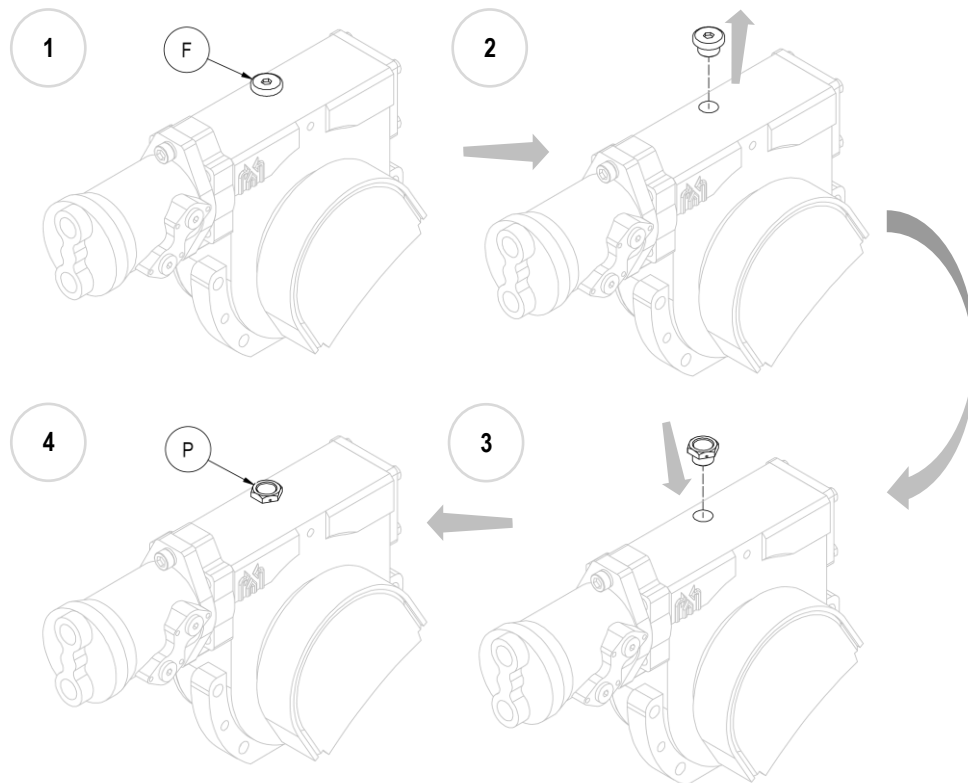

Figura 7
10. **N.B.** Ad attrezzatura montata, sostituire il tappo cieco di rabbocco olio in ferro (F) con quello in plastica fornito in dotazione (P), provvisto di sfiato (vedi *Figura 7*).